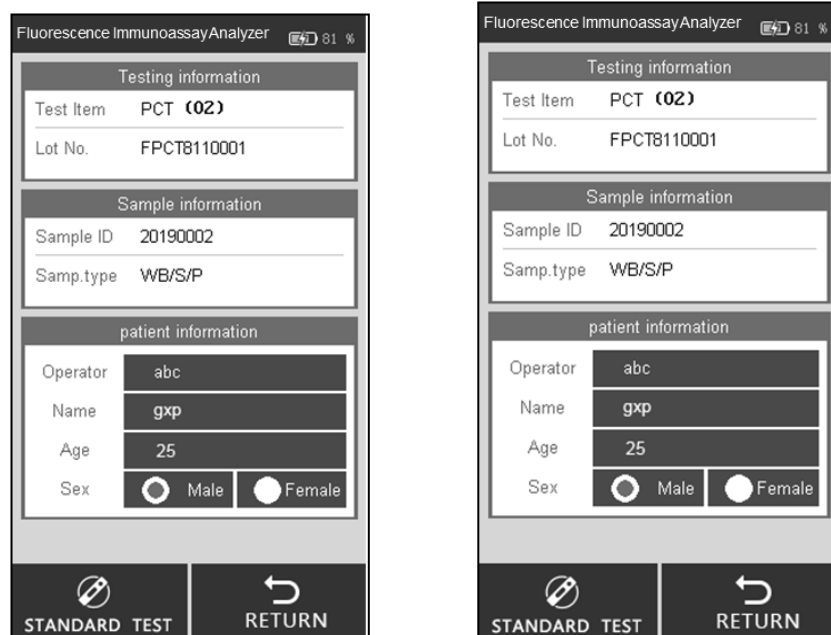

Fig. 35
Passo 7: Insira o Cassete de teste na ranhura imediatamente após a adição da amostra (e adição do tampão, se necessário) e clique em “**TESTE PADRÃO**”. O analisador começará a contagem regressiva para a incubação. Aguarde o tempo de incubação pré-determinado para cada teste. (Ref. Fig.35)